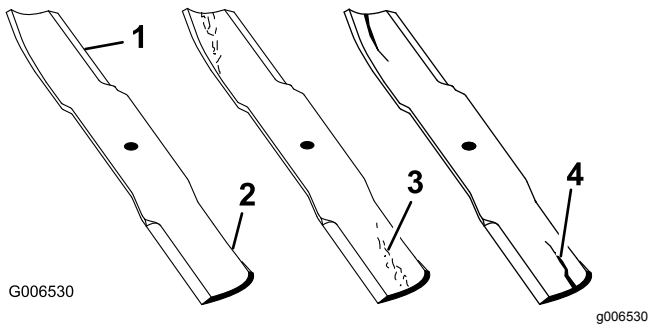

Figure 110
1. Examinez le tranchant des lames (Figure 110).
4. Remplacez immédiatement toute lame fendue, usée ou qui présente une entaille (Figure 110).